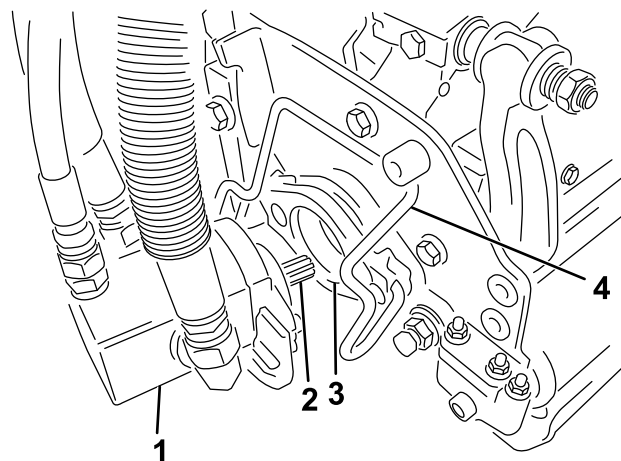

Рисунок 46
5. Нанесите на шлицевой вал электродвигателя режущего блока чистую консистентную смазку (Рисунок 46).
сторону электродвигателя до тех пор, пока не услышите щелчок с обеих сторон электродвигателя (Рисунок 46).